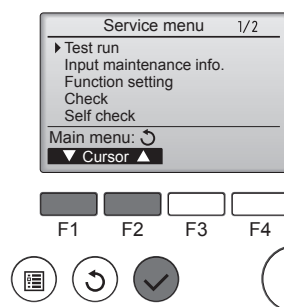

Fig. 8-1
- 1 Selecteer "Test run" (Proefdraaien) in het Service-menu en druk op de toets [SELECTEREN]. (Fig. 8-1)